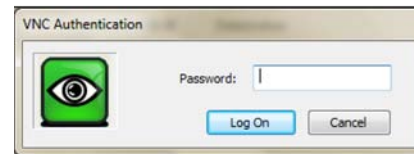

Abb. 4 Ansicht Passwortabfrage
- ➡ Im folgenden Fenster, siehe Abb. 4, geben Sie dann bitte das Passwort Remote ein und betätigen danach Log On.